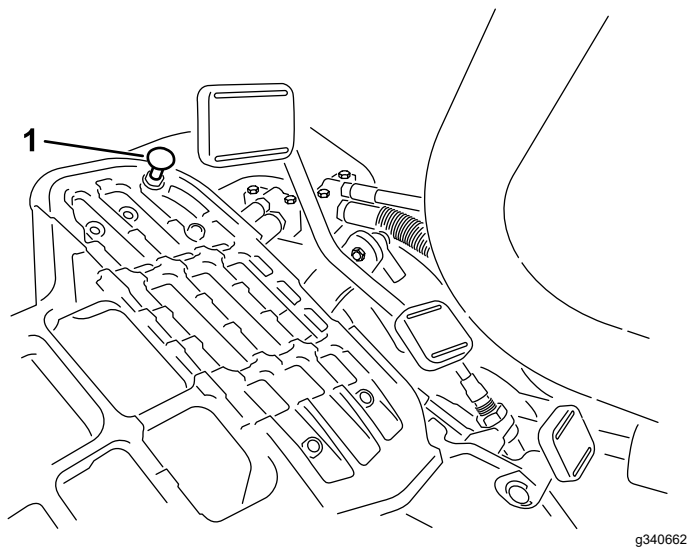

Figure 53
Pour obtenir la vitesse de transport maximale, placez le sélecteur de fonction en position de TRANSPORT et appuyez sur la pédale de déplacement. Si la pédale touche la butée (Figure 53) avant que la tension soit ressentie sur le câble, procédez comme suit :
1. Placez le sélecteur de fonction à la position de TRANSPORT et desserrez le contre-écrou de fixation de la butée de pédale au plancher (Figure 53).